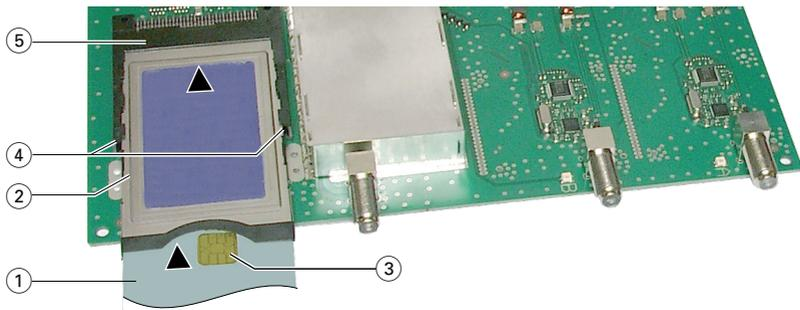

Abb. 1
- Smartcard ① so in das CA-Modul ② schieben, dass der Chip ③ auf der Smartcard zur dickeren Seite (oben) des CA-Moduls zeigt (Abb. 1).
- CA-Modul ② ohne zu verkanten in die Führungsschienen ④ des Common Interface ⑤ schieben und mit dem Common Interface kontaktieren.